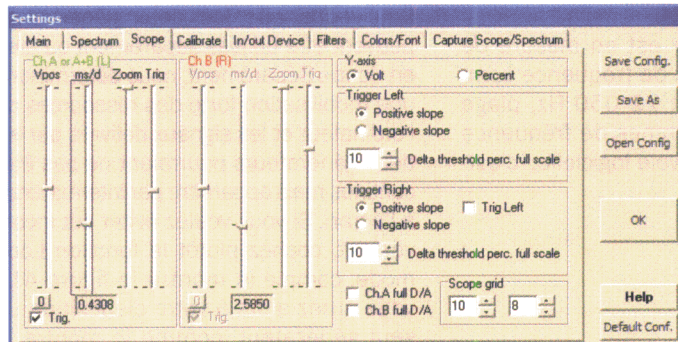

Figure 35 : Dans cette fenêtre réglez les quatre curseurs linéaires du canal A.
- Dans cette fenêtre vous devez insérer les paramètres de lecture de l'oscilloscope, comme le montre la figure 35.
Cliquez maintenant sur l'option Scope et la fenêtre de la figure 35 s'ouvre.
Cochez ensuite les cases relatives aux options Trigger, Volt et Positive Slope comme le montre la figure 35, pour activer les fonctions correspondantes.